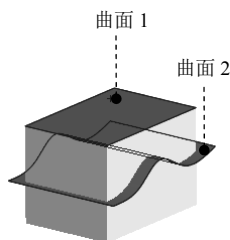

图 6.11.9 定义替换的目标面
Step3. 定义替换的目标面。选取如图 6.11.9 所示的曲面 1 为替换的目标面。
Step4. 定义替换面。单击“替换面 1”对话框 后的列表框，选取如图 6.11.9 所示的曲面 2 为替换面。